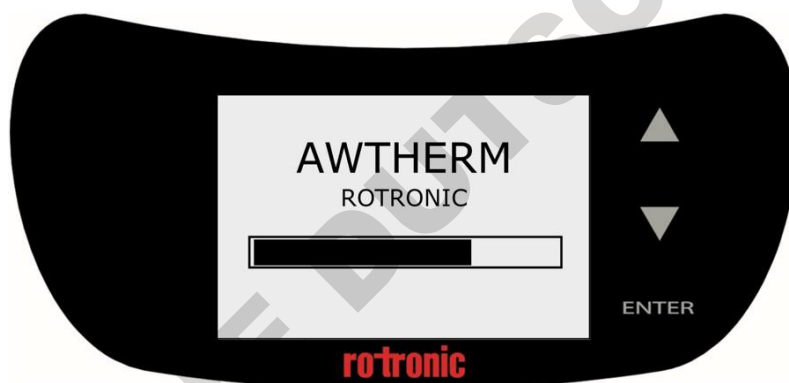

Figure 3-1 Écran de démarrage
4. L'écran de chargement s'affiche (Figure 3-1)